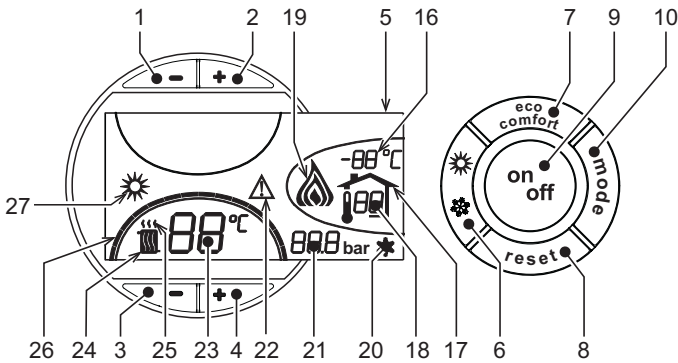
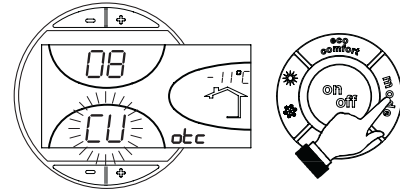
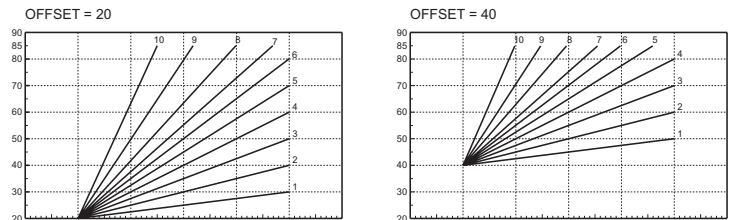

рис. 1 - Панель управления
рис. 9 - Кривая погодозависимого регулирования
рис. 12 - Пример параллельного смещения кривых погодозависимого регулирования
Нажмите клавишу on/off (поз. 9 - рис. 1) в течение 1 секунды.
Для повторного включения котла снова нажмите клавишу on/off (поз. 9 рис. 1) в течение 1 секунды.
- Нажмите кнопку ВКЛ/ВЫКЛ (9 - рис. 1)
Нажмите клавишу **Лето/Зима** (поз. 6 - рис. 1) на 1 секунду.
На дисплее высвечивается символ "Лето" (поз. 27 - рис. 1). При этом котел будет вырабатывать только воду для ГВС. Остается активной система защиты от замерзания.
Для выключения режима "Лето" вновь нажмите клавишу **Лето/Зима** (Поз. 6 - рис. 1) на 1 секунду.
Температура в системе отопления регулируется в пределах от 30 °С до 80 °С с помощью клавиш (поз. 3 и 4 - рис. 1); однако, не рекомендуется эксплуатировать котел при температуре ниже 45 °С.
Температура в системе ГВС регулируется в пределах от 10°С до 65°С с помощью клавиш (поз. 1 и 2 - рис. 1).
При наличии датчика температуры наружного воздуха (опция) на дисплее панели управления (поз. 5 - рис. 1) отображается измеряемая этим датчиком температура. При этом система управления котлом работает в режиме "Плавающая температура". В этом режиме температура воды, подаваемой в систему отопления, регулируется в зависимости от климатических условий внешней среды с тем, чтобы обеспечить максимальный комфорт и экономию энергетических ресурсов в течение всего года. Так, при повышении внешней температуры понижается температура подачи воды в систему отопления, что производится по определенной "кривой погодозависимого регулирования".
С переключением на режим "Плавающей температуры" показатель температуры, устанавливаемый клавишами (дет. 3 и 4 - рис. 1) соответствует максимальной температуре подачи воды в систему отопления. Рекомендуется задавать максимальное значение температуры с тем, чтобы позволить системе регулировать ее по всему рабочему диапазону.
При однократном нажатии клавиши **Режим** (поз. 10 - рис. 1) на дисплее высвечивается текущая кривая погодозависимого регулирования (рис. 9), которую можно изменить с помощью клавиш задания температуры воды ГВС (поз. 1 и 2 - рис. 1).
При нажатии клавиш регулировки температуры отопления (поз. 3 и 4 - рис. 1) получается доступ к функции параллельного изменения кривых (рис. 12), выполняемого с помощью клавиш регулировки температуры в контуре ГВС (поз. 1 и 2 - рис. 1).
При повторном нажатии клавиши **Режим** (поз. 10 - рис. 1) осуществляется выход из режима регулировки параллельных кривых.
Если к котлу подключено устройство дистанционного управления с таймером (опция), вышеописанные регулировки производятся в соответствии с указаниями, приведенными в таблице 1. При этом на дисплее пульта управления (поз. 5 - рис. 1) высвечивается температура в помещении, измеряемая устройством дистанционного управления.
Выбор режимов ECO/COMFORT	При выключении режима ГВС с пульта ДУ котел переходит в режим "Эко-поту". В этих условиях клавиша рис. 1 - на панели котла отключена. При включении режима ГВС с устройства ДУ с таймером котел устанавливается в режим Comfort. В этих условиях с помощью клавиш рис. 1 - на панели управления котла можно выбрать любой из этих двух режимов.